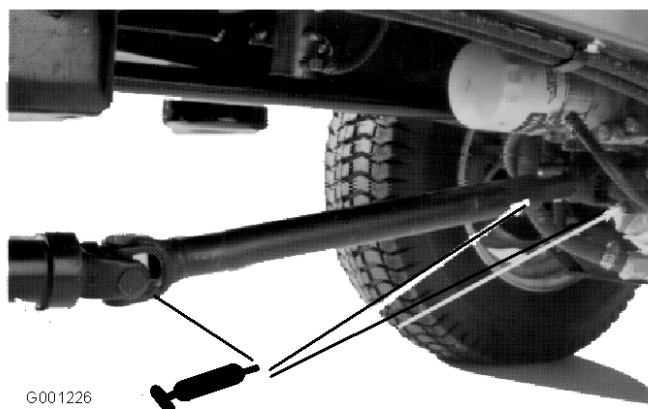

Figura 43
- Veio propulsor (3) (Figura 43)